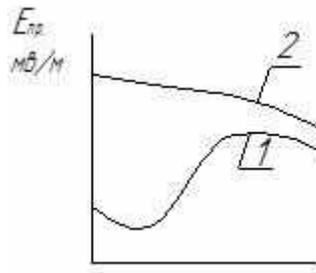

Рис. 1.2
**Вопрос 1.3.** На рис. 1.2 приведены зависимости электрической прочности трансформаторного масла от температуры. Для какого масла (высушенного или эксплуатационного) соответствует кривая 2?
3. Для указанных разновидностей трансформаторного масла необходимая зависимость на рис. 1.2 не приведена.